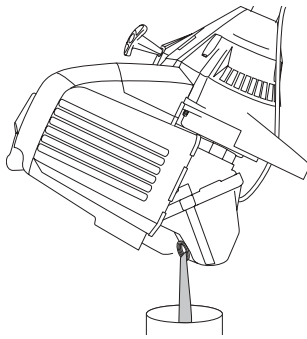

Fig. 59
3. Vierta el aceite fuera del orificio de llenado de aceite en un recipiente inclinando la unidad hasta una posición vertical (Fig. 59). Deje suficiente tiempo como para completar el drenaje.